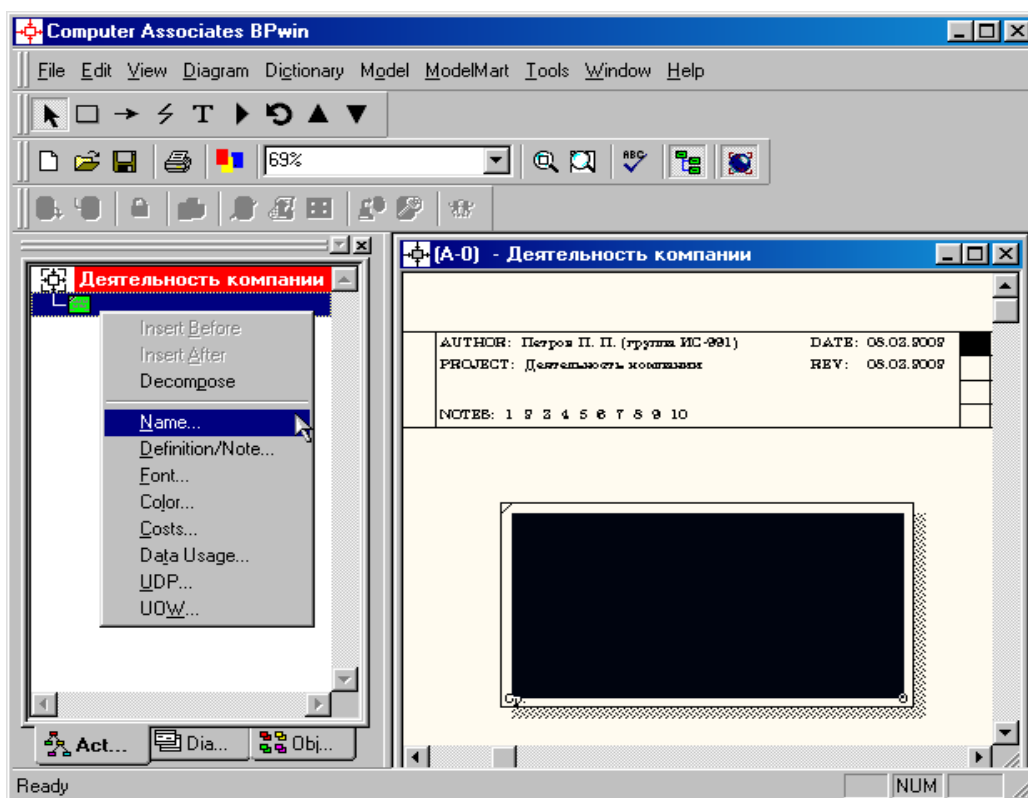

Рисунок 5 – Контекстное меню для редактирования свойств
4.5 Обратите внимание на кнопку  на панели инструментов. Эта кнопка включает и выключает инструмент просмотра и навигации – **Model Explorer** (Браузер модели). **Model Explorer** имеет три вкладки – **Activities** ( Act...), **Diagrams** ( Dia...) и **Objects** ( Obj...). Во вкладке **Activities** щелчок правой кнопкой по объекту в браузере модели позволяет выбрать опции редактирования его свойств (рисунок 5).